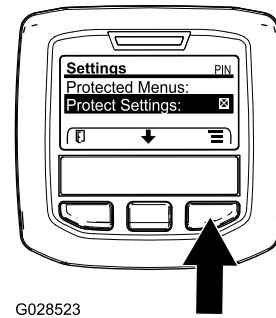

Figure 26
1. Dans le MENU PRINCIPAL, appuyez sur le bouton central pour naviguer jusqu'au menu RÉGLAGES, puis appuyez sur le bouton droit (Figure 26).